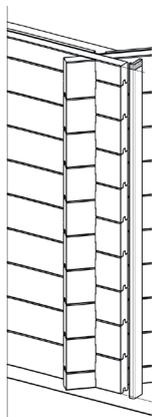

Figure 20
- Coupez l'excédent de cache selon la hauteur du bassin si nécessaire (figure 20).